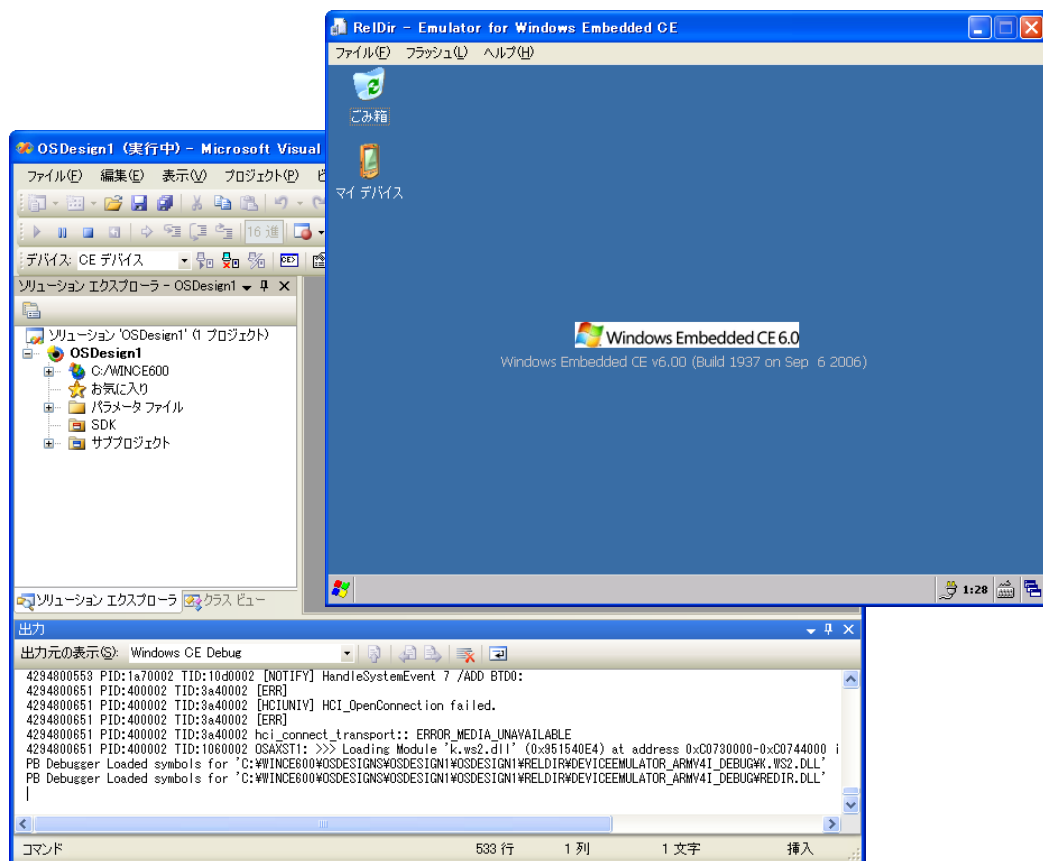

図 2-11 Windows Embedded CE デバイス エミュレータ
4. 図 2-11 に示すように、Windows Embedded CE がブート プロセスを終了するまで待ち、デバイス エミュレータで抽出し、OS デザインの機能をテストします。